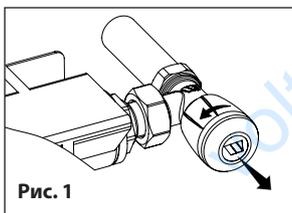

Рис. 1
- 1 - Открутите и снимите маховик (Рис.1)